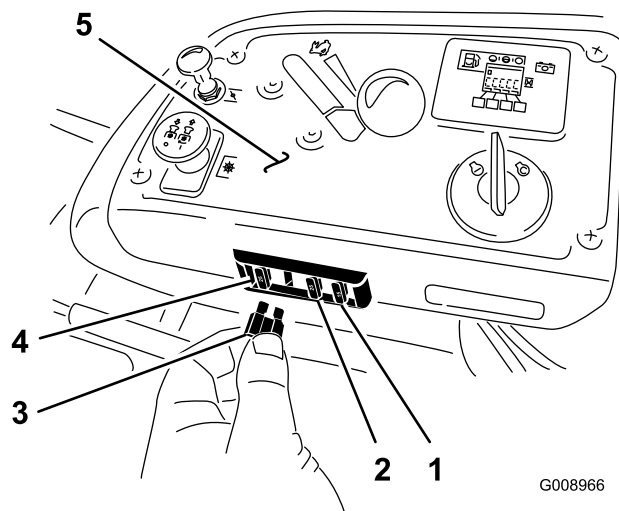

Figura 69
1. Los fusibles están situados en la consola de la derecha, junto al asiento (Figura 69).
3. Instale un fusible nuevo (Figura 69).